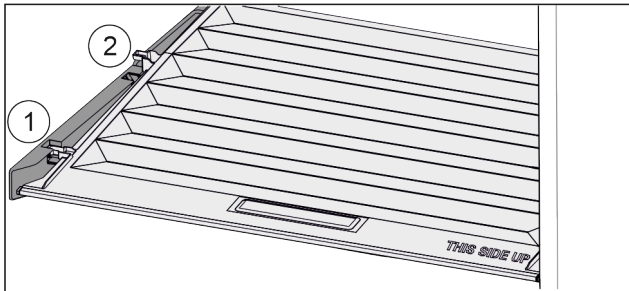

Fig. 85
- ▶ Deslice la tapa hacia delante hasta la abertura de las piezas de sujeción Fig. 85 (1).
- ▶ Levántela por detrás desde abajo y retírela tirando hacia arriba Fig. 85 (2).